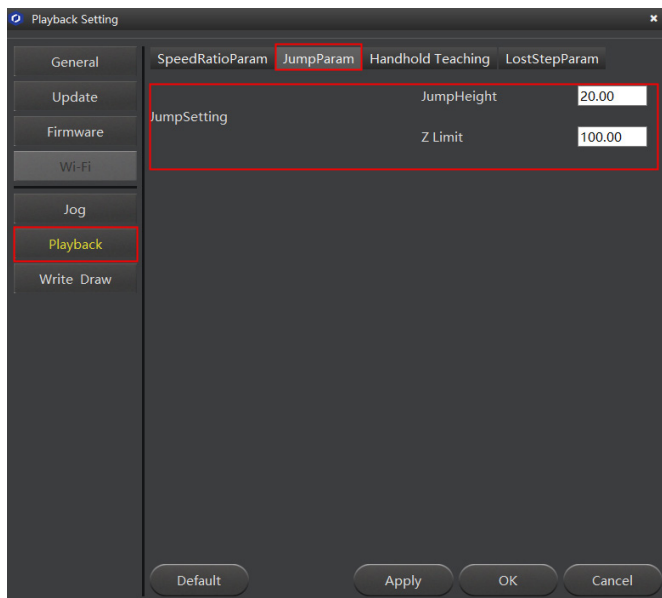

Figura 68: Parâmetros Jump
4.2. Defina a altura de levantamento (**JumpHeight**) e a altura máxima de levantamento (**Z Limit**) selecionando **Setting > Playback > JumpParam**, como mostrado na Figura 68: